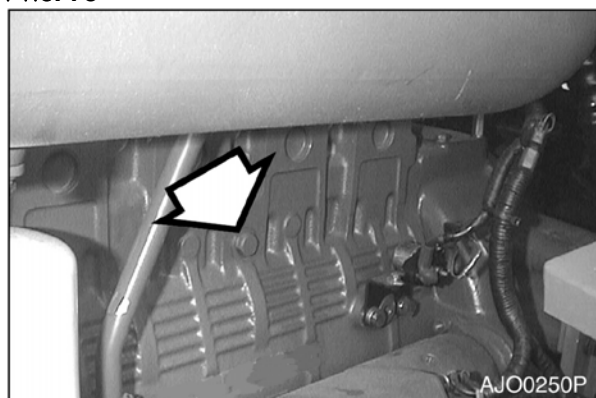

Рис. 79
3. Извлечь заглушку сливного крана охлаждающей жидкости (рис. 79) из двигателя.